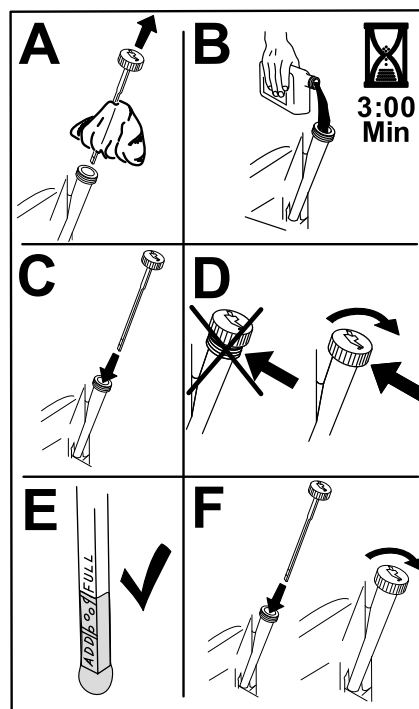

Figura 45
6. Deite cerca de 80% do óleo especificado no tubo de enchimento e adicione lentamente o óleo adicional até chegar à marca Cheio (**Figura 45**).